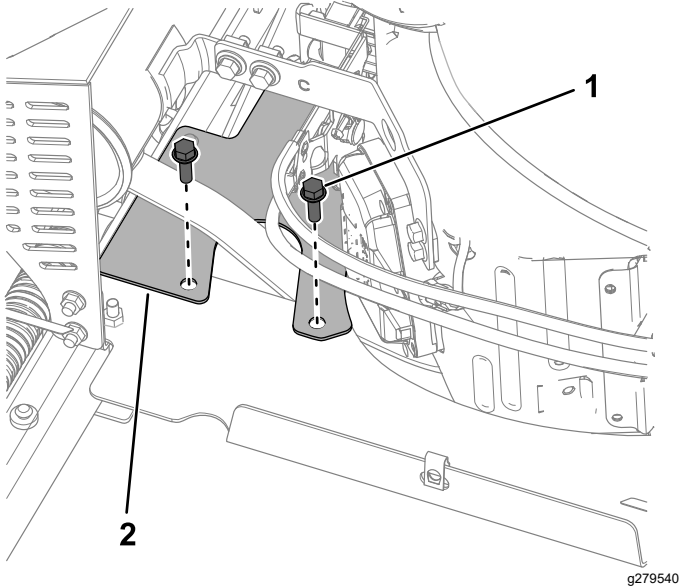

Figura 35
2. Retire os dois parafusos (5/16 pol. x 1 pol.) e proteção da correia (Figura 35).